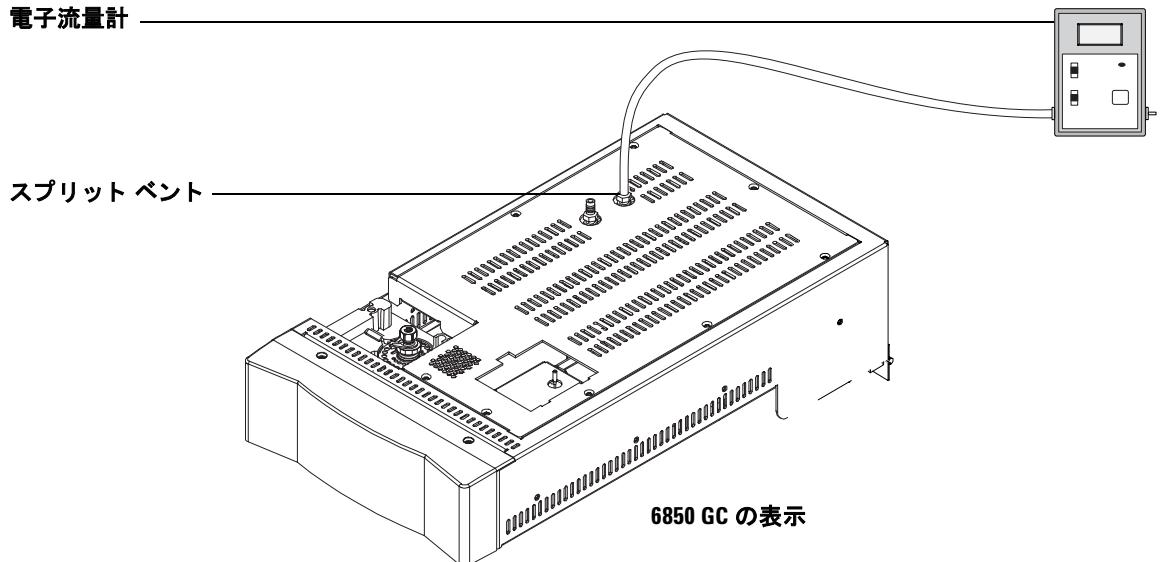

図 18 スプリット ベント流量を測定する
- 4 電子流量計を GC スプリットベントに接続します。スプリットベントからの流量がカラムに必要な流量と同じになるまでヘッドスペースの搬送ガスの流量を増やします。スプリット比は 1:1 です。この流量はカラム流量と同じです。図 18 を参照してください。流量計を取り外します。